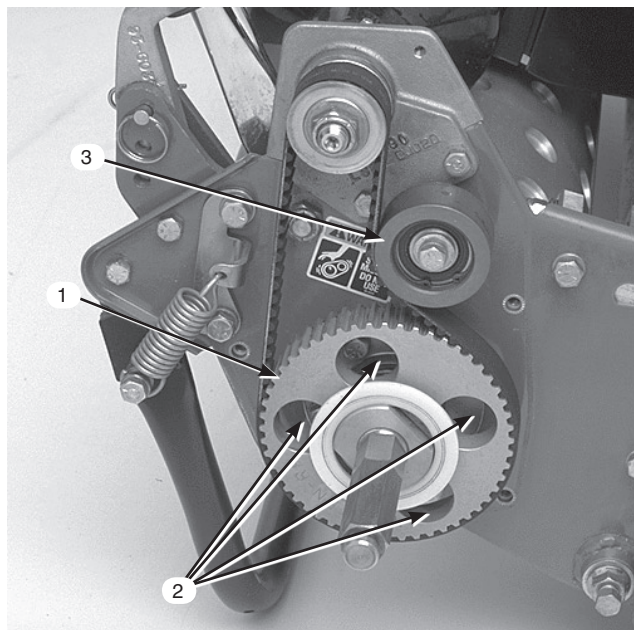

図9
7. 駆動プーリを回して、4つの穴とローラ・ベアリング・フランジ・ネジの穴を整列させる（図9）。
11. ベルトの張りを調整し、アイドル・プーリ・ネジを締める（図9）。